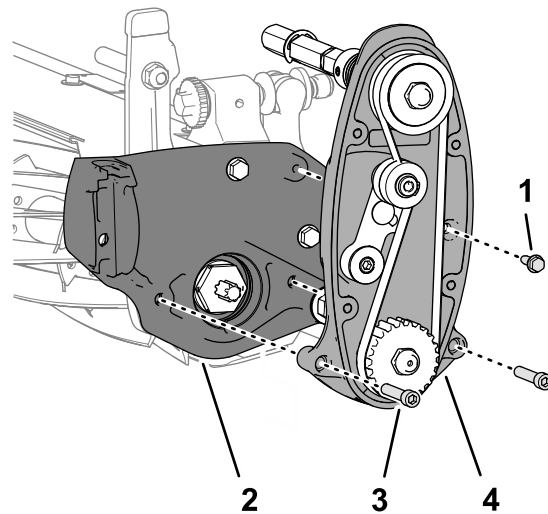

Figura 7
2. Retire el tornillo con arandela prensada (1/4" x 3/4") que sujeta el conjunto de transmisión del molinete a la placa lateral de la unidad de corte (Figura 7).
3. Retire los 2 tornillos allen (5/16" x 1½") de las 2 contratuercas (cautivas en la placa lateral) que sujetan el conjunto de transmisión del molinete a la placa lateral de la unidad de corte, y retire la transmisión del molinete (Figura 7).